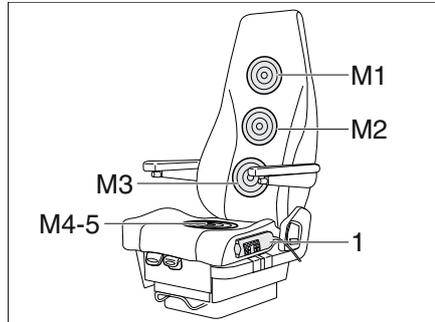
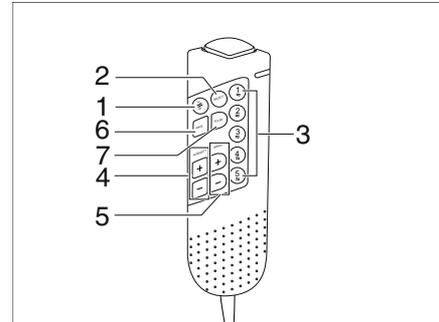

Bild 59 Massagezonen
Bild 60 Fernbedienung Massagesystem
Je nach Modell ist das Fahrzeug mit Massagesitzen ausgestattet. Die Massagestärke ist in jeder Zone (M1-M5) getrennt regelbar. Die Fernbedienung (Bild 59,1) ist links am Sitz angebracht.
- Taste Massage on/off (Bild 60,1) drücken.
- Taste PULSE (Bild 60,6) drücken um die Pulsmassage zu starten.
- Taste WAVE (Bild 60,7) 1x drücken um die Wellenmassage 1 zu starten. Taste WAVE (Bild 60,6) 2x drücken um die Wellenmassage 2 zu starten.
- Taste SELECT (Bild 60,2) drücken, um individuelle Einstellungen vorzunehmen.
- Motortasten (Bild 60,3) drücken, um Motoren der Massagezonen M1-M5 (Bild 59) ein- und auszuschalten.
- Tasten INTENSITY + und INTENSITY – (Bild 60,5) drücken, um die Intensität in 5 Stufen zu ändern.
- Tasten SPEED + und SPEED – (Bild 60,4) drücken, um die Geschwindigkeit in 3 Stufen zu ändern.